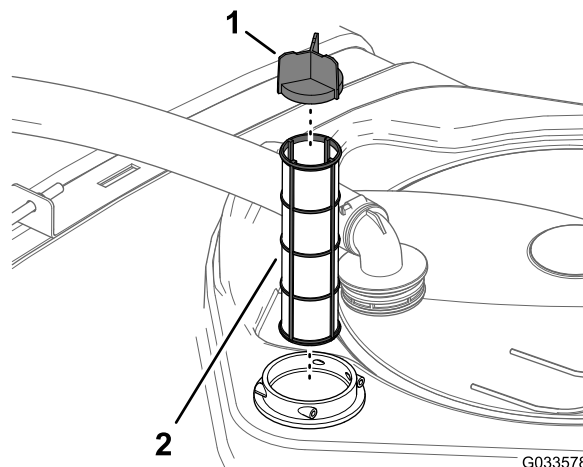

図 89
4. フィルタハウジングタンク内部から古いフィルタを取り出す 図 89。